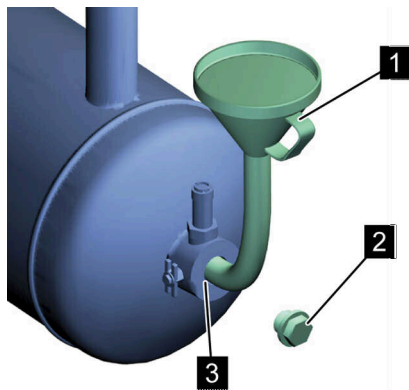

Рис. 33: Заливной штуцер (винтовые компрессоры с непосредственным приводом и с частотным преобразователем)
6. При помощи воронки (Рис. 33/1) залейте охлаждающую жидкость до заливной кромки заливного штуцера (Рис. 33/3).
8. Вставьте резьбовую пробку наливного отверстия (Рис. 33/2) и затяните ее ↗ Приложение В «Моменты затяжки винтов» на странице 117.